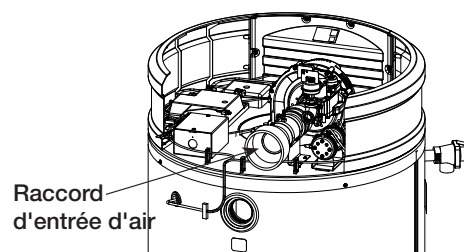

Figure 4. — Raccordements de ventilation
Reportez-vous à la Figure 4, pour effectuer les raccordements de ventilation au chauffe-eau. Ces modèles peuvent être ventilés par ventilation directe (DV) ou par évacuation forcée (PV).